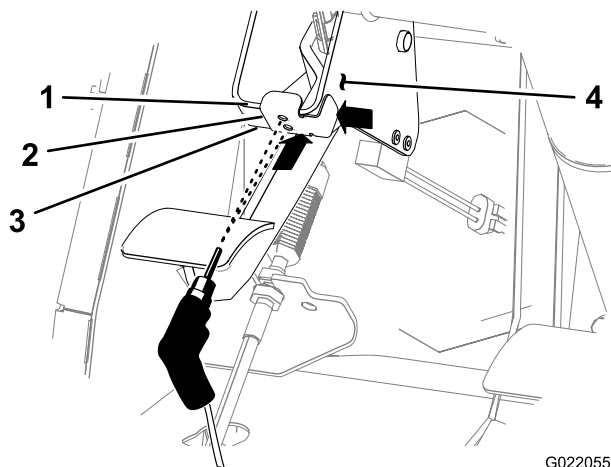

Figura 2
1. Allineate la sagoma di foratura al bordo superiore, alla parte anteriore, al bordo inferiore e al lato destro della staffa di supporto per il pedale della frizione (Figura 2).
- Utilizzando la sagoma come guida per la foratura, praticate 2 fori (5/16 di pollice) sulla parte anteriore della staffa di supporto (Figura 2).